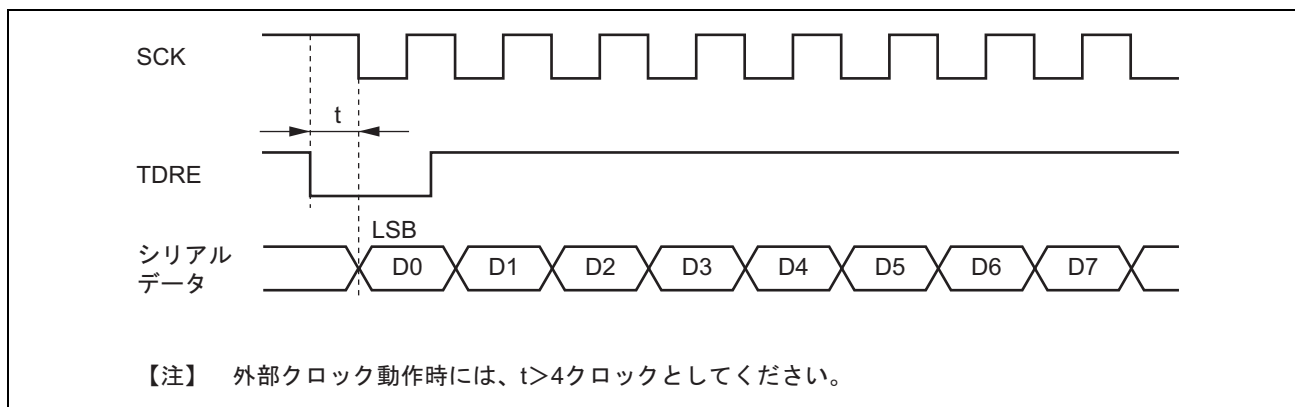

図 18.38 DTC によるクロック同期式送信時の例
1. 同期クロックに外部クロックソースを使用する場合、DMACまたはDTCによるTDRの更新後、Pφクロックで5クロック以上経過した後に送信クロックを入力してください。TDRの更新後4クロック以内に送信クロックを入力すると誤動作することがあります（図18.38参照）。